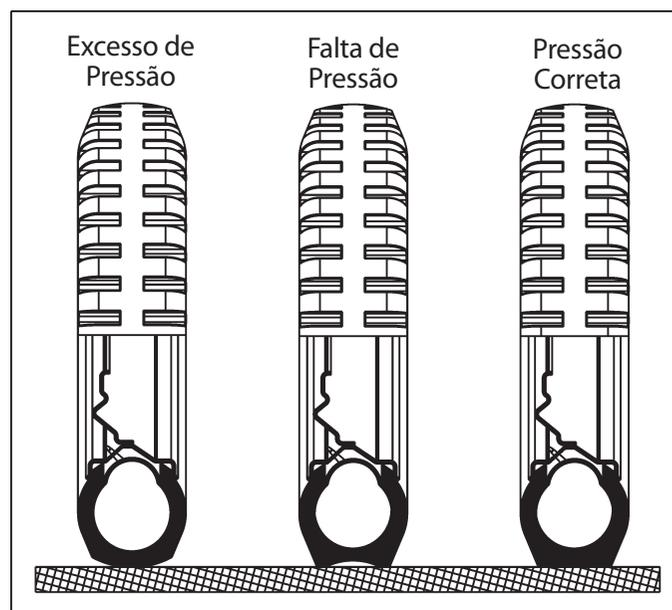

Figura 53
- 1- Para la siembra convencional, bloquee las ruedas (1) a través del pasador (2) y los bloqueos (3).
- 3- Las ruedas (1) están equipadas con resortes de tracción (4), para una mayor adherencia al suelo. No opere la sembradora sin ellos, **como se muestra en la Figura 53.**
## PRESIÓN DE LOS NEUMÁTICOS ( FIGURA 53)